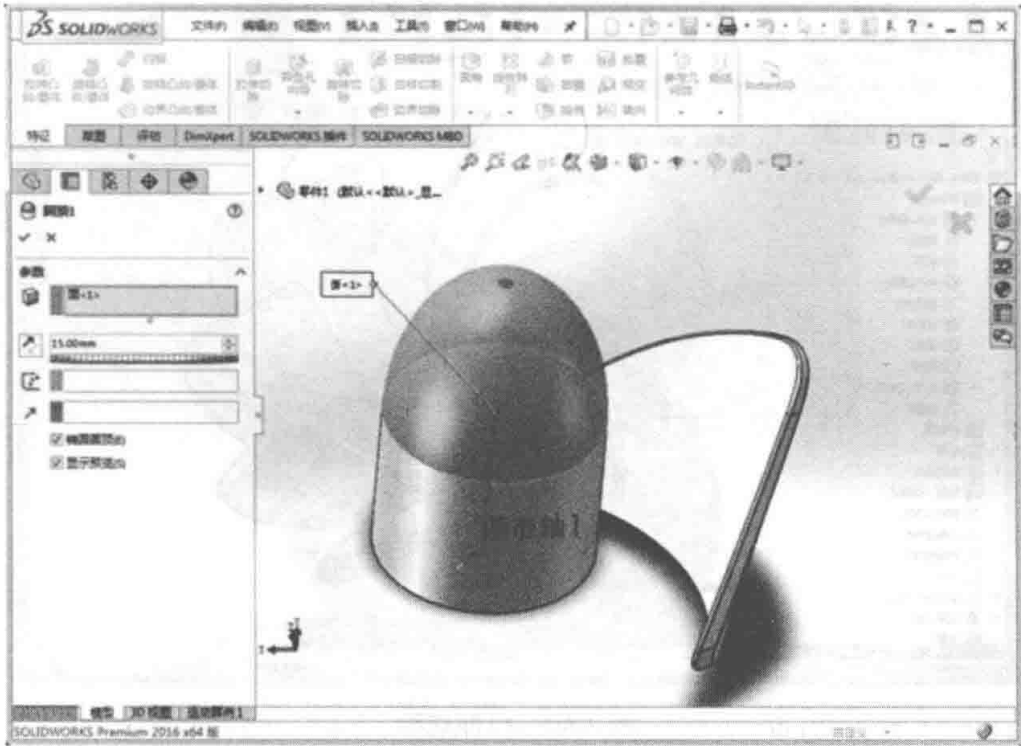

图 3-38 圆顶
- 在菜单栏点击“插入→特征→圆顶”，设置如图 3-38 所示。